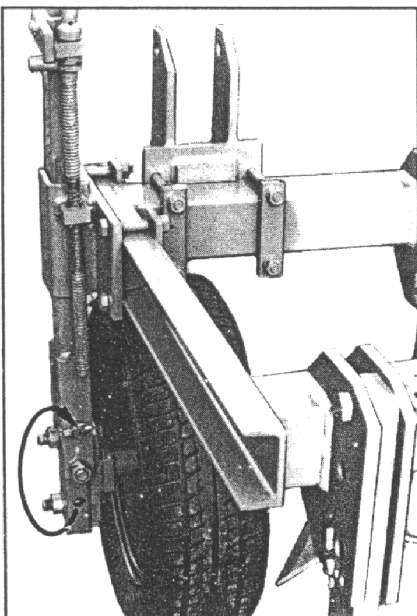

Fig.4
- beim 7-zinkigen Grubber die Räder in der Stielgabel nach außen schwenken (Abb. = Transportstellung, Fig. 4).
- Stützräder nach innen einschwenken - siehe Fig. 4,